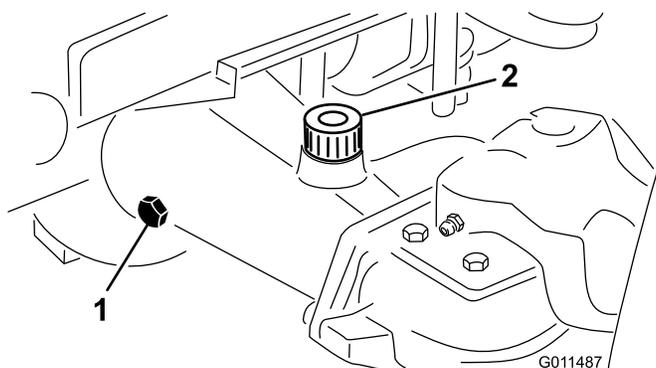

Figura 61
2. Togliete il tappo di controllo da un'estremità del ponte e verificate che il lubrificante raggiunga la base del foro (Figura 61).